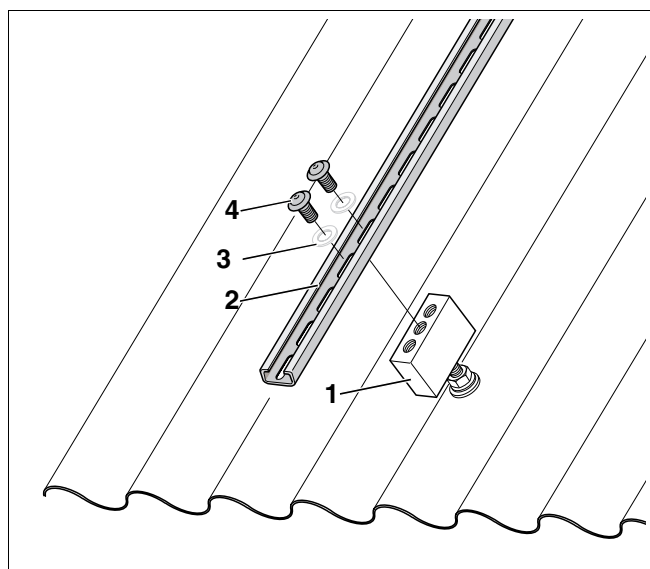

Fig. 8 Fixer les rails profilés verticaux (ici : capteurs à tubes sous vide)
- Posez les rails profilés verticaux (fig. 8, **pos. 2**) sur les écrous-cage (fig. 8, **pos. 1**) et positionnez-les si possible au milieu.
- Vissez chaque rail profilé vertical avec deux vis à six pans creux (fig. 8, **pos. 4**).
- Utilisez toujours les deux filetages extérieurs des écrous-cage ainsi que les rondelles plates pour M8 (fig. 8, **pos. 3**).